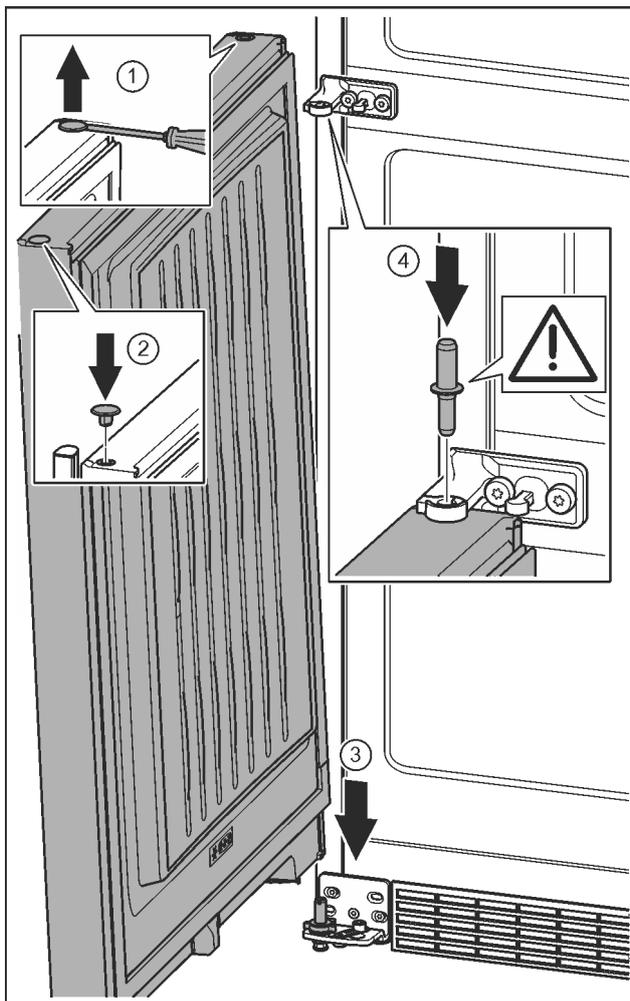

Fig. 22
- ▶ Con un cacciavite sollevare con attenzione i tappi ed estrarli. Fig. 22 (1)
- ▶ Inserire nuovamente i tappi sull'altro lato della porta. Fig. 22 (2)
- ▶ Appoggiare la porta dall'alto sul perno di supporto inferiore. Fig. 22 (3)
- ▶ Inserire il perno di supporto centrale attraverso il blocco di supporto centrale nella porta inferiore. Prestare attenzione che l'arresto sia rivolto verso il lato posteriore. Fig. 22 (4)